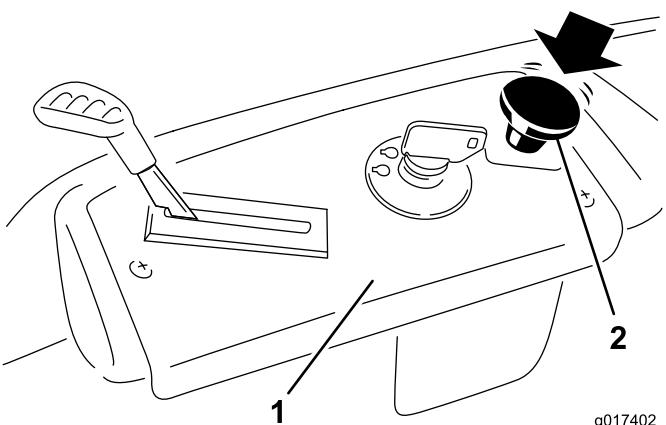

Figura 15
Spingete verso il basso il comando delle lame per posizionarlo su Off e disinnestare le lame (Figura 15).
- Disinserite le lame spostando il comando delle lame in posizione Off (Figura 15).